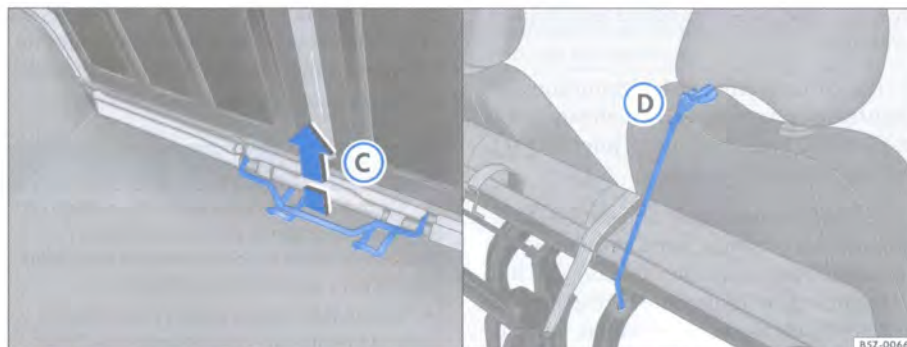
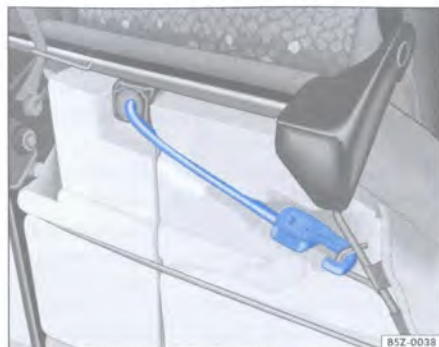

Fig. 88 Palanca para desbloquear el conjunto del piso / asiento inclinado fijado con la cinta elástica roja en la guía del apoyo para cabeza
Fig. 91 Alojamiento de la cinta elástica roja
- Tire de la palanca ⇒ página 102, fig. 88 ⚠ para desbloquear el conjunto del piso, y al mismo tiempo, levántelo **cuidadosamente** en la dirección de los asientos delanteros ⇒ ⚠.
- Localice la cinta elástica roja, que está alojada en la parte inferior del asiento y encaje el gancho de la cinta elástica roja en la varilla del apoyo para cabeza del pasajero ⇒ página 102, fig. 88 ⚠, inmovilizando el conjunto ⇒ ⚠.
⇒ página 102, fig. 88 ⑤ y encájelo debajo del asiento trasero ⇒ fig. 91.